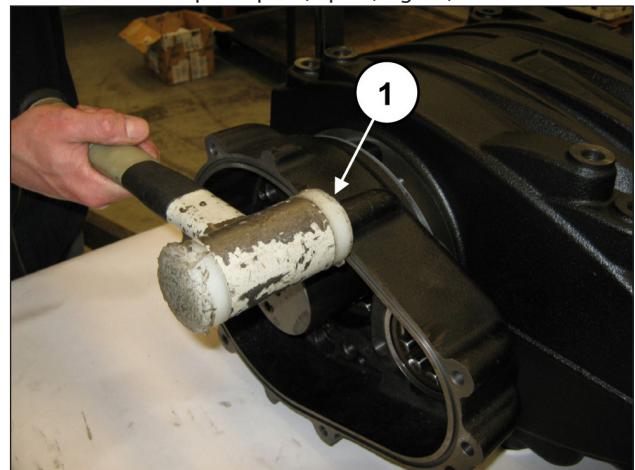

Fig. 65
Monter le boîtier de réducteur (et son joint) à l'aide d'un maillet à embouts plastiques (rep. ①, Fig. 65).